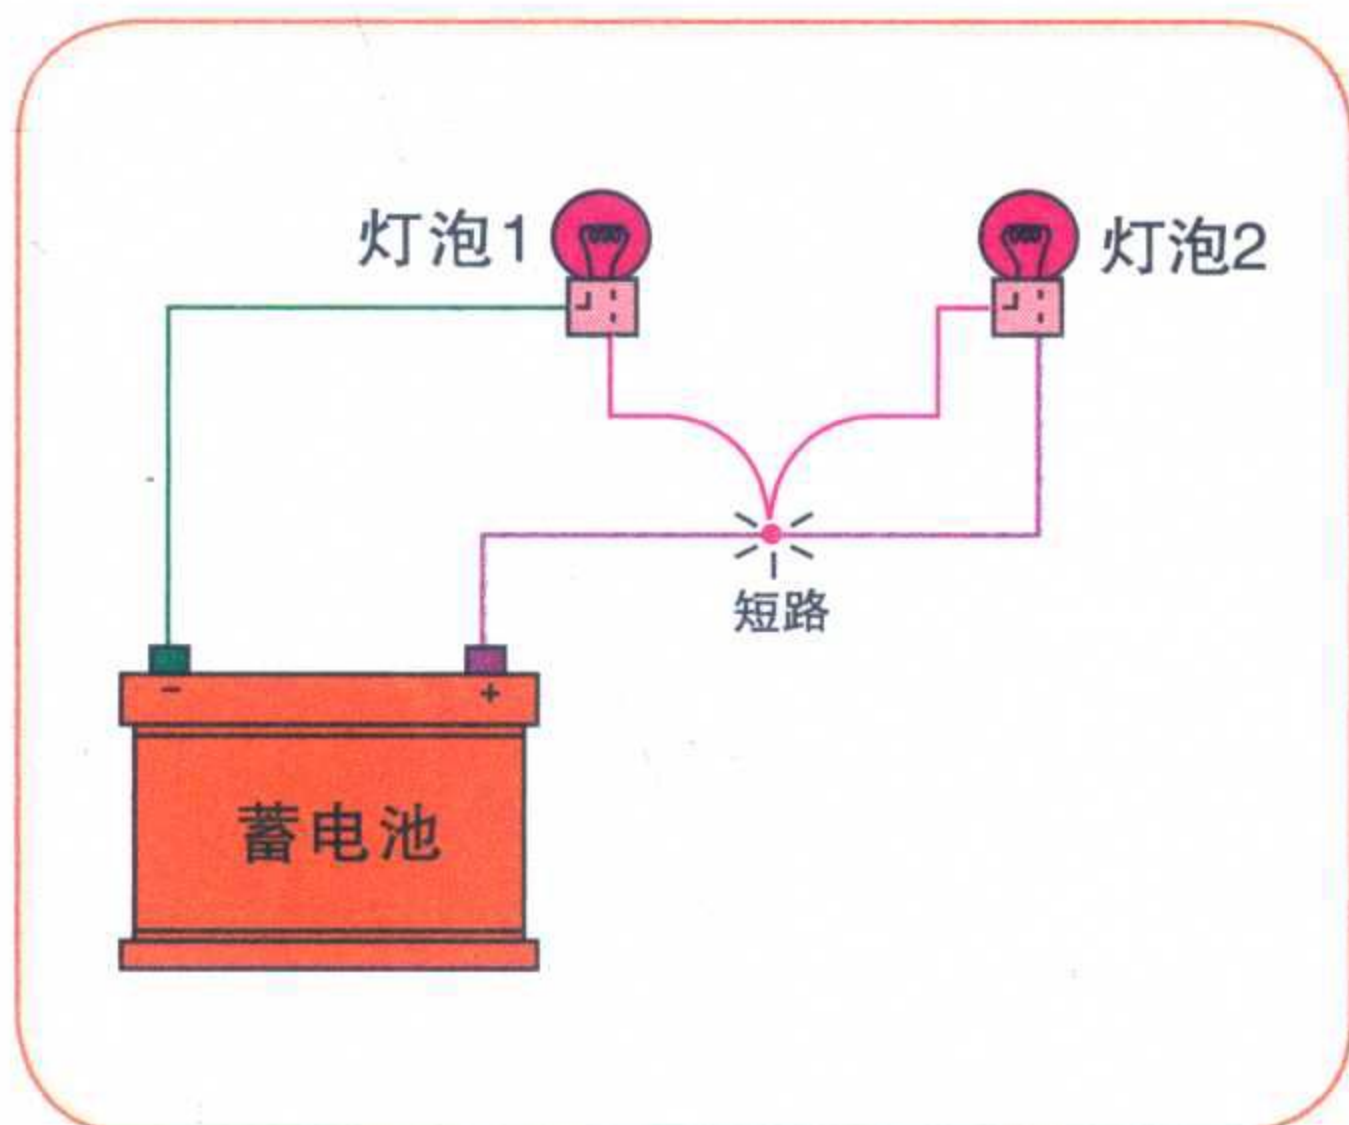

图 1-8 用电器短路
2) **用电器短路**：也叫部分电路短路，即一根导线接在用电器的两端，此用电器被短路，这时容易产生烧毁其他用电器的情况。如图 1-8 所示，由于电路故障，灯泡 2 被短路，没有电流流经灯泡 2，蓄电池电压全部加载到灯泡 1 上，此时，灯泡 1 有可能因电流过大而烧毁。